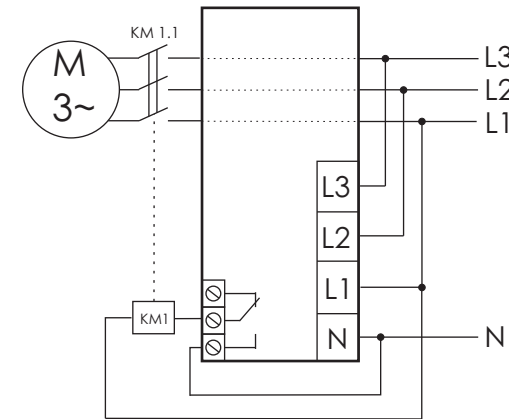

Рисунок 1 - Типовая схема включения изделия AZD для защиты двигателей с рабочим током до 59,5А.
- Собрать схему в соответствии с рис. 1